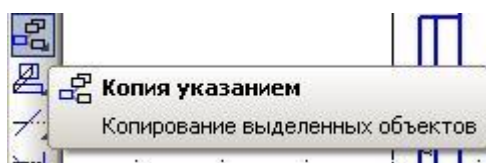

Рисунок 6
- «Копия указанием» - см. рисунок 6.